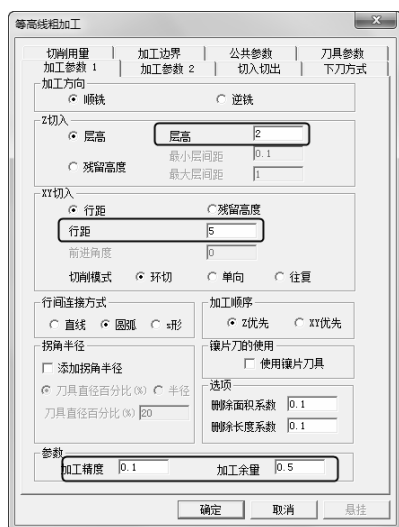

图 3-8 “加工参数 1”选项卡
1) 单击“加工参数 1”选项卡，设置“加工方向”为“顺铣”，“Z 切入”为“层高”，“XY 切入”为“行距”，“切削模式”为“环切”，“行间连接方式”为“圆弧”，“加工顺序”为“Z 优先”。具体“层高”、“行距”、“加工精度”、“加工余量”参数数值如图 3-8 所示。